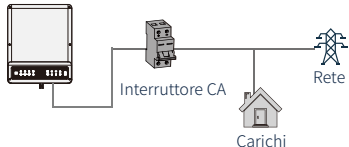

Fig. 17
2. Sul lato CA, il singolo interruttore deve essere collegato prima dei carichi (tra inverter e i carichi) (Fig.17).